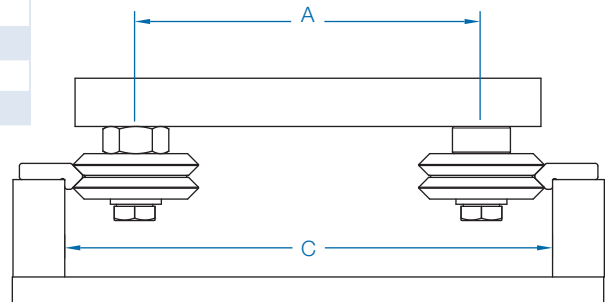

Figura 2 Montaje hacia fuera
- Montaje hacia fuera (ver figura 2): $A = C - X$